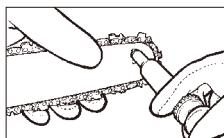

Fig. 20
3. Hvis du bruger en smørepistol (tilbehør), skal du indsætte næsetippen ind i smørehullet, og sprøjte fedtet ind indtil det kommer ud på yderkanten af tandhjulsspidserne (Fig. 20).